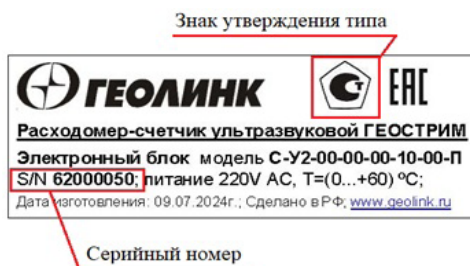

Рисунок 10.1 – Пример идентификационных наклеек на корпусе ЭБ и ПС
10.1.1 Изделие может быть идентифицировано по его идентификационной наклейке (рисунок 10.1).